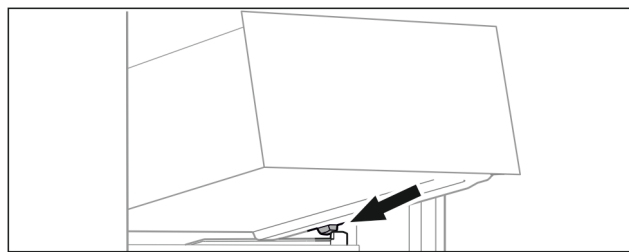

Fig. 104
- ▶ Helyezze a fiókot ferdén az ütközők mögé, a tartóbordára. (lásd Fig. 104)